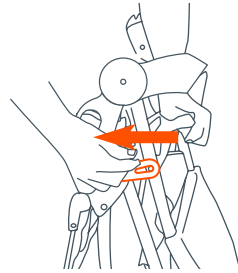
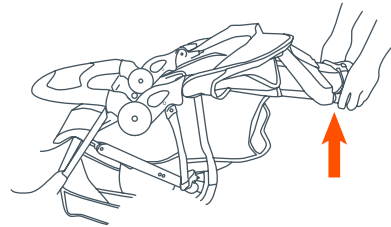

Fig. 20a
Fig. 20b
- 20)• Destrahe la palanca de liberación (Fig. 20a). Despliegue el armazón del cochecito tirando hacia atrás del manubrio (Fig. 20b). La barra se trabará cuando las patas estén completamente extendidas.